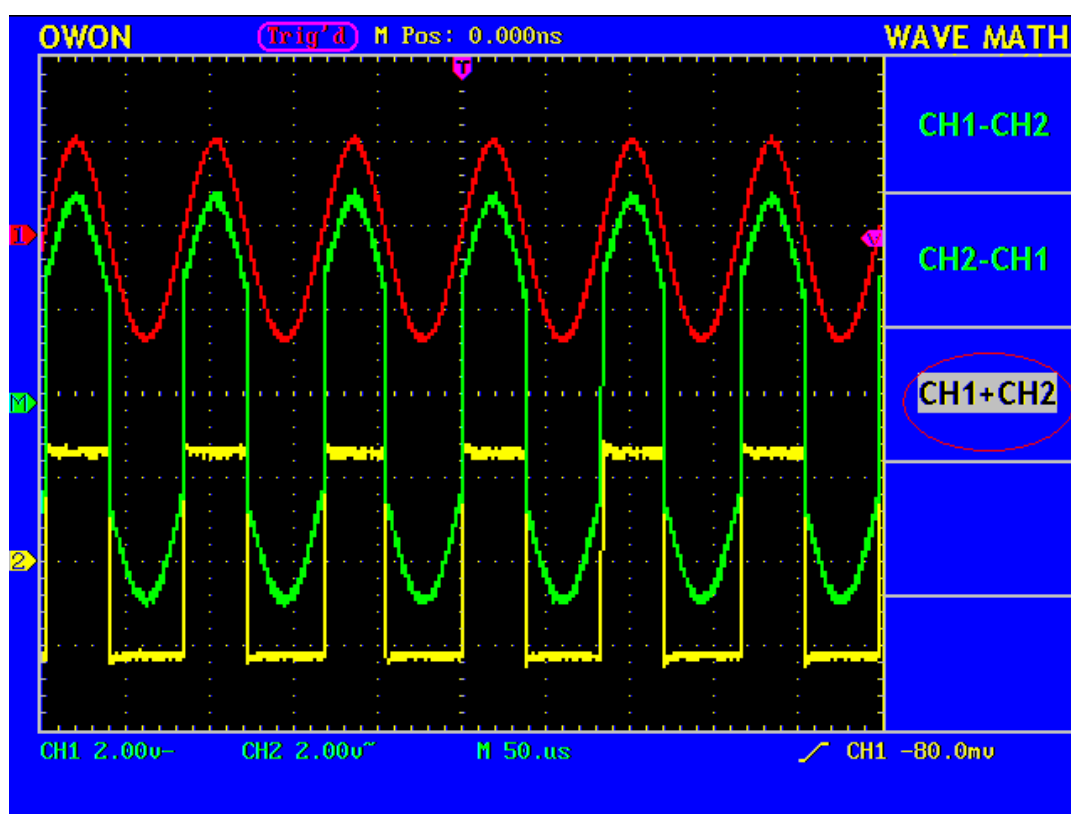

Fig. 20 チャンネル 1 とチャンネル 2 の演算(加算値)により得られた波形
2. F3 ボタンを押して、CH1+CH2 を選択します。画面に計算後の M 字型の波形が緑色で表示されます。もう一度 F3 ボタンを押すと、緑色の波形は消えます。(Fig.20 参照)